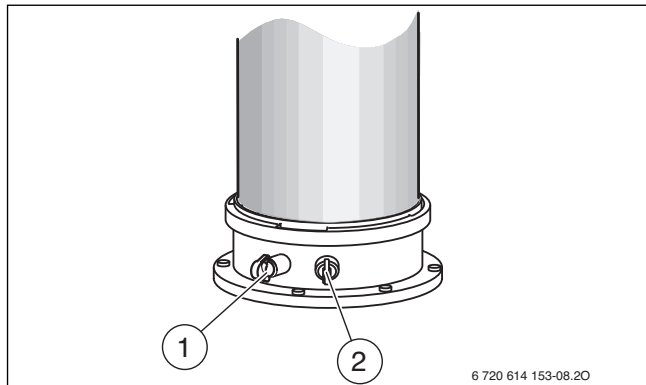

Bild 211 Abgasmessstutzen und Verbrennungsluft-Messstutzen
- ▶ Stopfen am Abgasmessstutzen [1] entfernen (→ Bild 211).